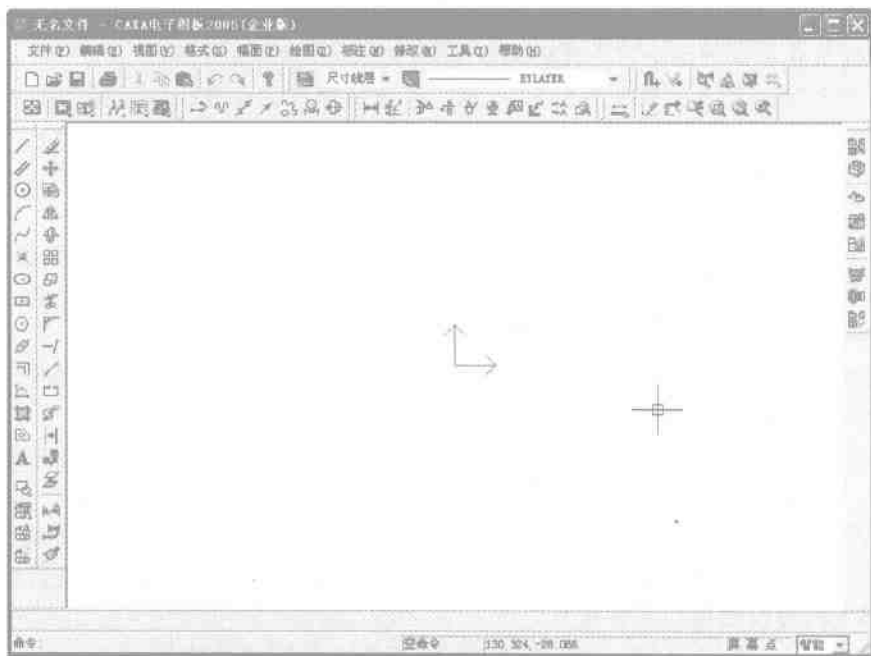

图 1-1 启动电子图板后的程序界面
(1) 双击桌面上的 CAXA 电子图板快捷方式图标、或者通过“开始”菜单启动 CAXA 电子图板,打开软件工作界面,如图 1-1 所示。